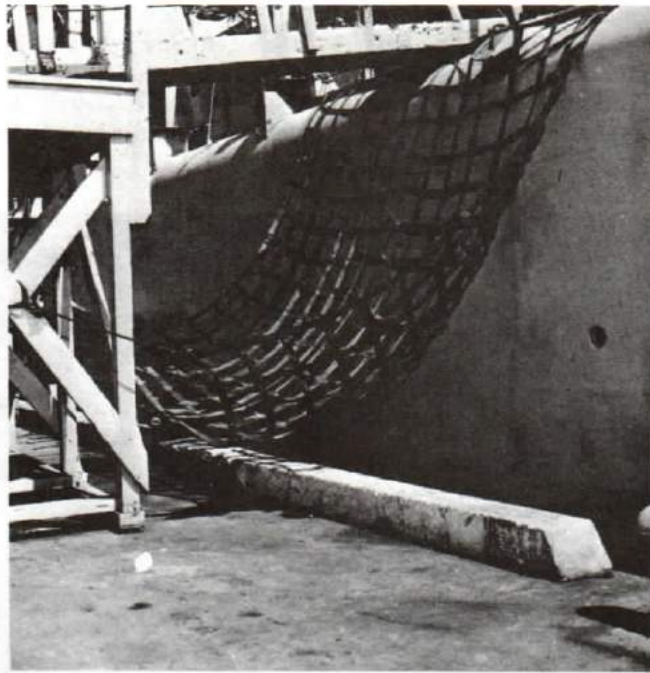

Figure 11-12
4. A "Safety Net" is rigged under the brow, see Figure 11-12, this prevents personnel from serious injury in case of an accidental fall.
4. On installe un filet de sécurité sous la planche de débarquement (voir la figure 11-12), afin d'empêcher que quelqu'un ne se blesse en cas de chute accidentelle.